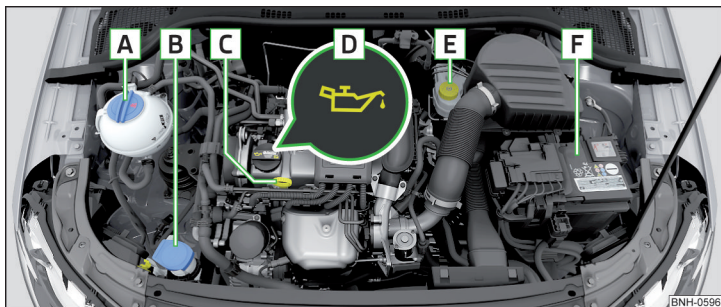

Fig. 146 Exemplu de dispunere în compartimentul motor
- > Deșurubați capacul orificiului de umplere cu ulei **D** » fig. 146 la pagina 130.